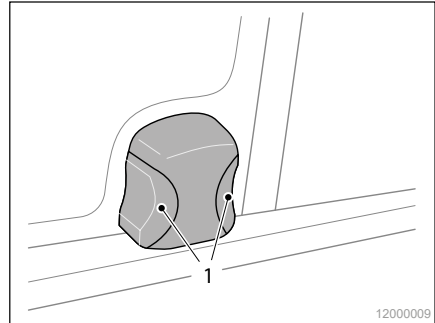

Abb. 9 Fenster Schiebetür öffnen
- ▶ Drücken Sie den Mechanismus der Druckverriegelung (Abb. 9/1) auf beiden Seiten gleichzeitig zusammen und verschieben Sie das Fenster in die gewünschte Rastposition.